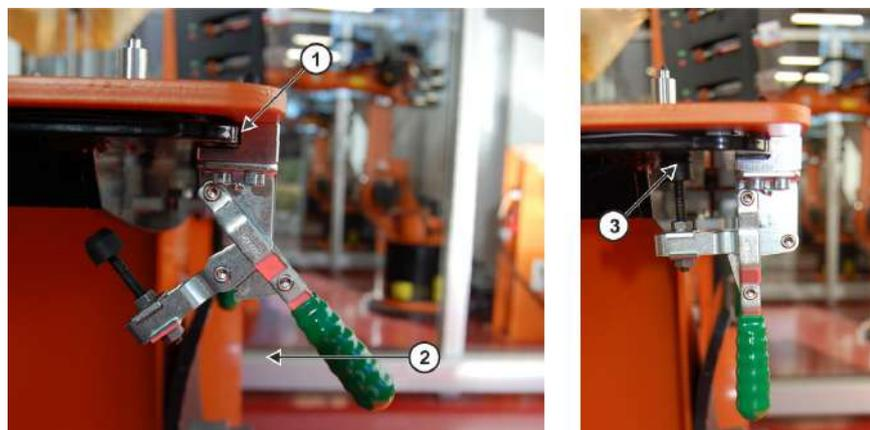

Fig. 18-10: Fijar la placa de aplicación 3D 2
1. La placa de aplicación 3D (A) se coloca sobre la mesa (B) en el lado derecho orientado hacia el robot. Para ello debe tenerse en cuenta que los topes 1, 2 y 3 estén situados en los bordes de la mesa. Ver también (>>> Fig. 18-10) el punto 1.